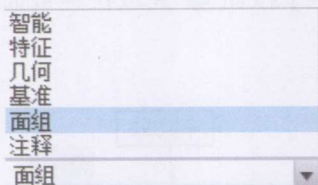

图 1-24 【选择过滤器】选项
6) 修改界面右下方的【选择过滤器】选项为【面组】以便于曲面的选取，如图 1-24 所示，在界面中选择上步创建的拉伸特征。